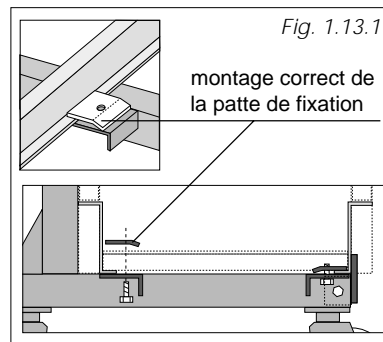

Fig. 1.13.1
- Revisser les pattes de fixation (Fig. 1.13.1).